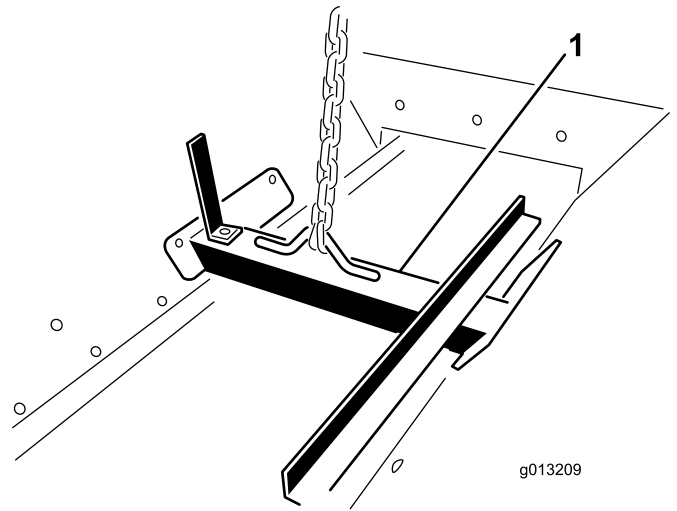

Bild 13
1. Befestigen Sie ein Hubgerät an der Huböse, die innen am Füllkasten angeschraubt ist (Bild 13).